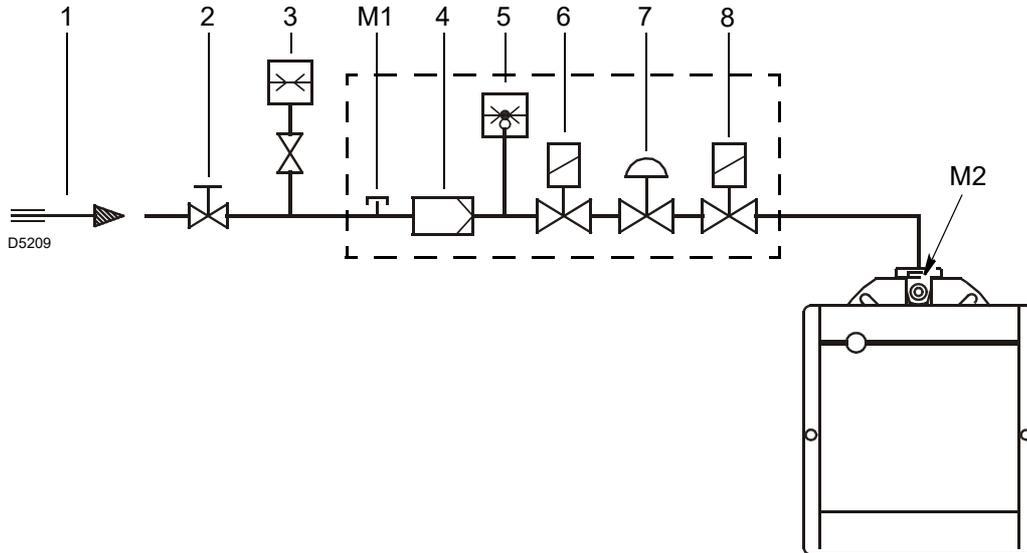

Fig. 17
Legenda (Fig. 17)
Pressione del gas misurata alla presa M2)(Fig. 17 a pag. 19), con:
- sottrarre dalla pressione del gas alla presa M2)(Fig. 17 a pag. 19) la pressione in camera di combustione.
Pressione del gas alla presa M2)(Fig. 17) = 10 mbar
Per conoscere invece la pressione del gas necessaria alla presa M2)(Fig. 17 a pag. 19), fissata la potenza massima di modulazione alla quale si desidera funzioni il bruciatore:
- Leggere sulla destra, colonna 1, la pressione alla presa M2)(Fig. 17 a pag. 19).